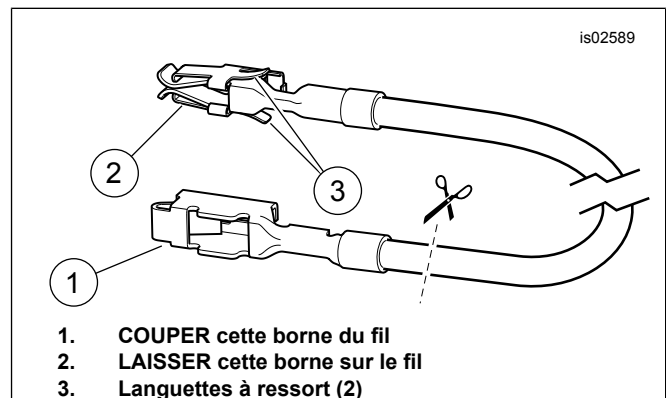

Figure 8. Fil adaptateur de bloc fusibles (Dyna et Softail)
3. Voir Figure 22. Prendre le fil adaptateur orange/blanc (9) du bloc fusibles dans le kit. Bien noter la borne à chaque extrémité (voir Figure 8 ). Seule la borne avec les languettes à ressort convient au bloc fusibles. Couper avec soin la borne non utilisée du fil et la mettre de côté.